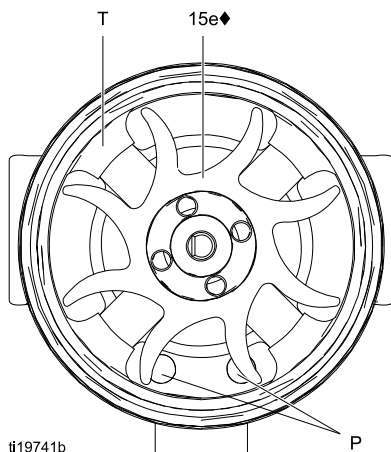
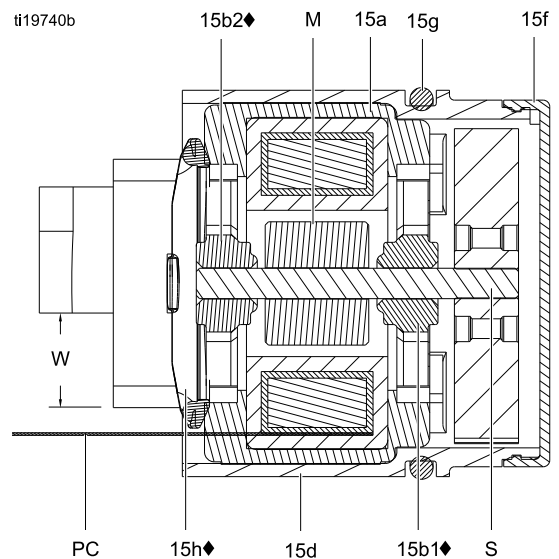

Figure 34 Gebläseausrichtung
Figure 35 Generatorquerschnitt
12. Spuleneinheit (15a) auf Werkbank mit nach oben weisendem Gebläseende ablegen. Gebläse (15e♦) auf langes Teil des Schafts (S) drücken. Gebläseflügel müssen wie abgebildet ausgerichtet sein.
13. Spuleneinheit (15a) vorsichtig in Vorderseite des Gehäuses (15d♦) drücken. 3-poligen Stecker (PC) muss unter breiter Nut (W) der vorstehenden Teile des Gehäuses entsprechend Abb. 35 positioniert werden. Sicherstellen, dass Passstifte (P) der Spule entsprechend Abb. 34 positioniert sind.
14. Gebläse (15e) drehen, bis Flügel die vier vorstehenden Teile der Lager (T) auf Gehäuserückseite nicht länger verdecken. Sicherstellen, dass Flügel des unteren Lagers (15b1♦) mit Teilen ausgerichtet sind.